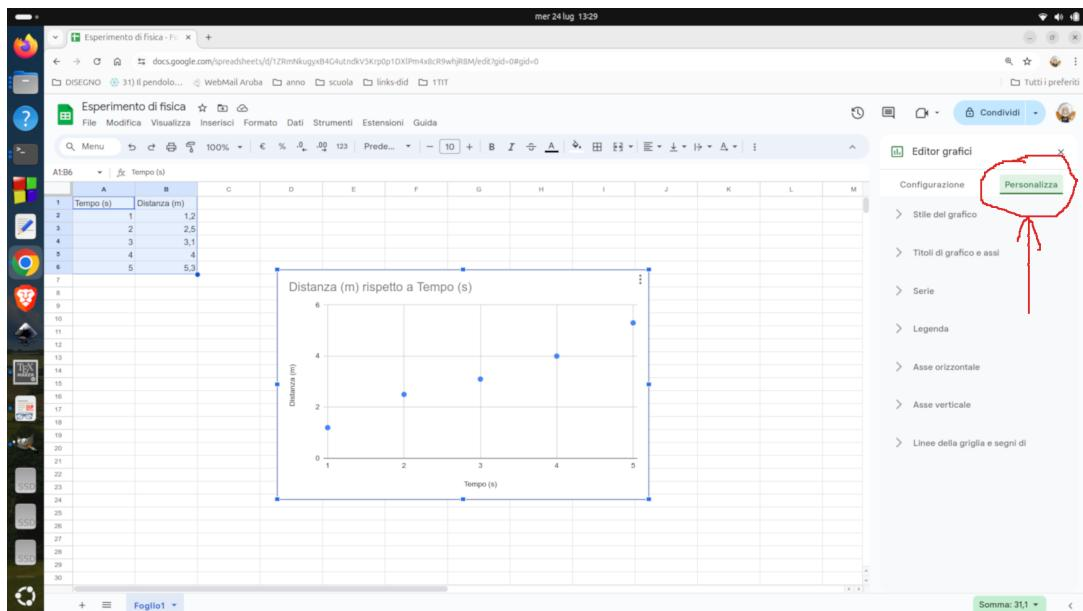

Figura 3.23 – Scheda Scheda personalizza.
2. Clicca sulla scheda **personalizza** (figura 3.23)